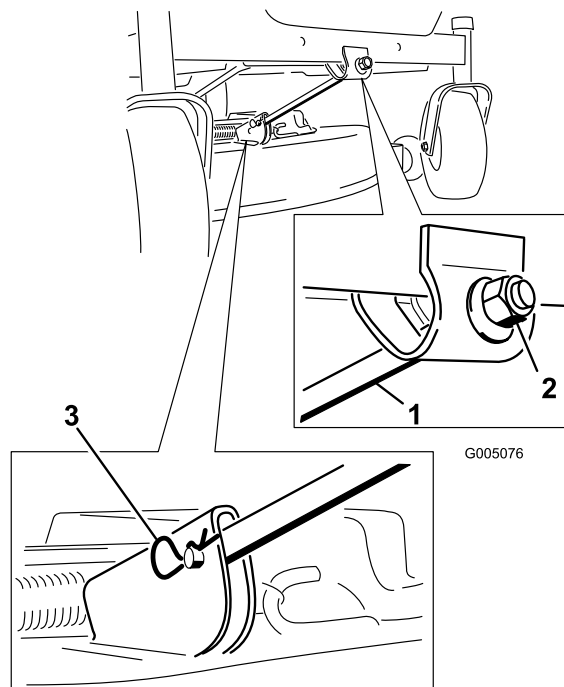

Figure 43
- Enlevez la goupille fendue et les axes de chapes de la tige de support avant (Figure 43). Abaissez doucement l'avant du plateau de coupe au sol.
- Fixez la tige de support avant au plateau de coupe à l'aide de l'axe de chape et de la goupille fendue (Figure 43).